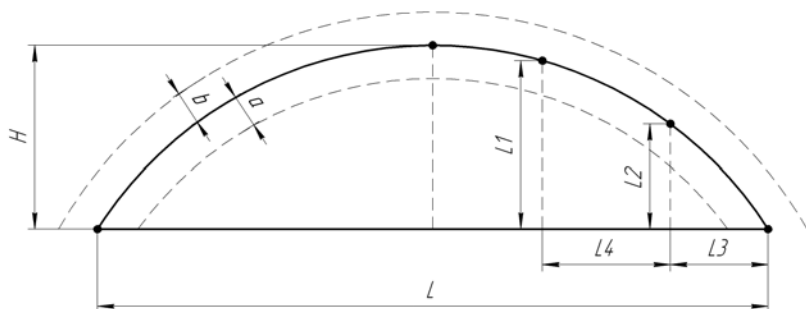
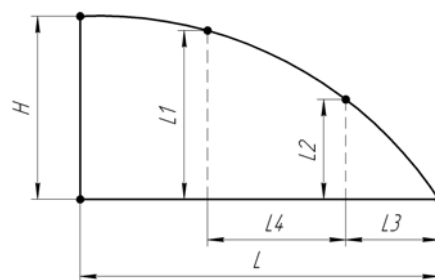
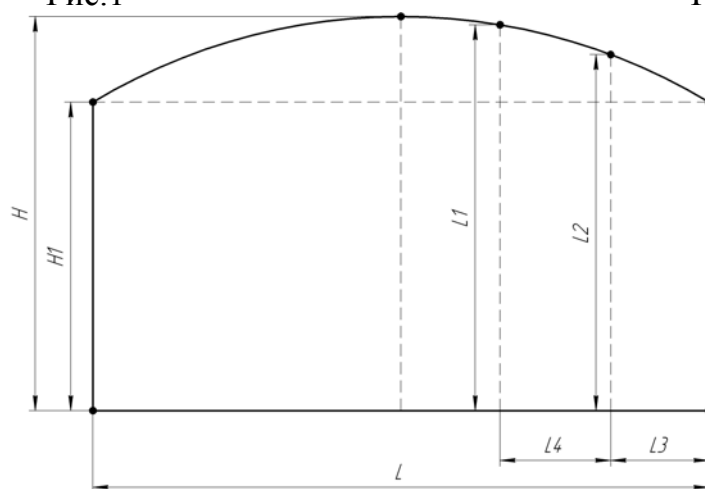

Рис.1
Рис.2
Рис.3
Под нестандартными плиссе подразумеваются модели, форма которых отличается от представленных в **книге продавца**. Наиболее распространенными являются формы, показанные на рис.1 (полукруг, у которого ширина не равна двум высотам), рис.2 (четверть круга, у которого ширина не равна высоте) и рис.3 (прямоугольник, совмещенный с полукругом).
- 1) Измерить высоту H (и H_1 в случае с рис.3) и ширину L изделия.
- 5) Если необходимо увеличить изделие (величина b на рис.1) или уменьшить (величина a на рис.1), необходимо это также указать на эскизе.
Цена таких изделий рассчитывается как для моделей P1086 (рис.1 и 3) и P1082 (рис.2) с размерами $L \times H + 100\%$. Гарантийные размеры нестандартных плиссе соответствуют также этим моделям.